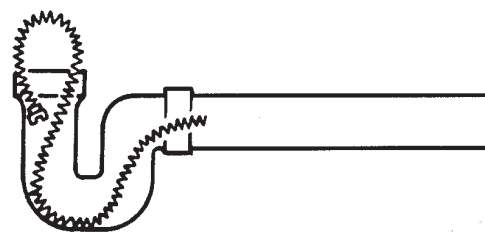

Figura 6 – Modo de sujetar el cable a la entrada del desagüe
- Cuando llegue al final de cada sección de cable, ponga la palanca de cambios en punto muerto (N).
- Sujete el final del cable en la entrada del desagüe metiendo su extremo en la tubería, como se muestra en la *Figura 6*. Este procedimiento es especialmente útil cuando se está limpiando un desagüe de mucha pendiente.